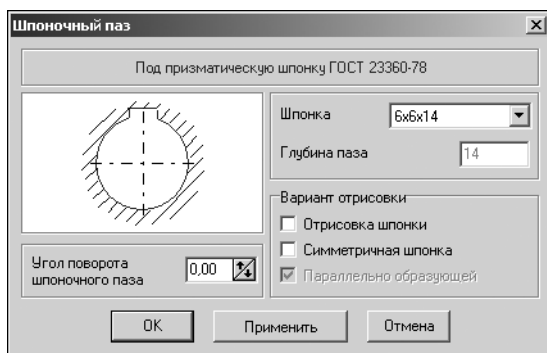

Рис. 5.11.
4. Щелчком мыши укажите тип паза **Под призматическую шпонку ГОСТ 23360-78**. Откроется окно, предназначенное для ввода параметров шпонки и шпоночного паза (рис. 5.11).